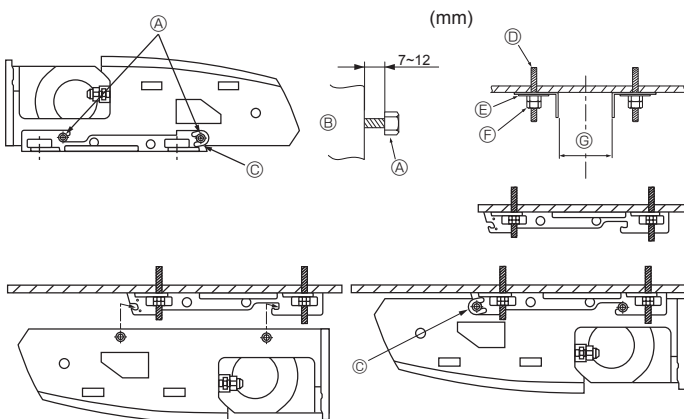

Fig. 3-6
2) Anbringung der Aufhängeklammer zunächst an der Decke (Fig. 3-6)